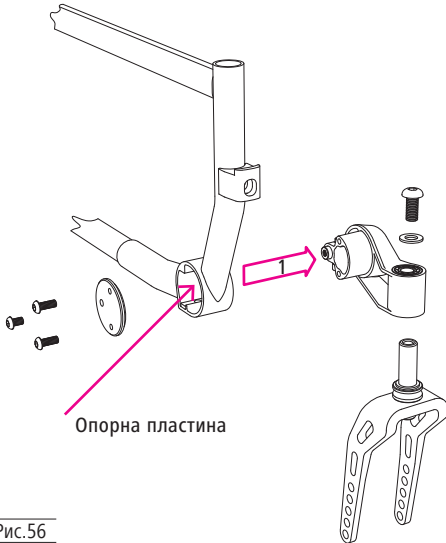

Рис.56
3. Тепер ви можете зняти кришку і тримач поворотного колеса, потягнувши його назовні (1, рис. 56). Уважно стежте, щоб не загубити опорну пластину.